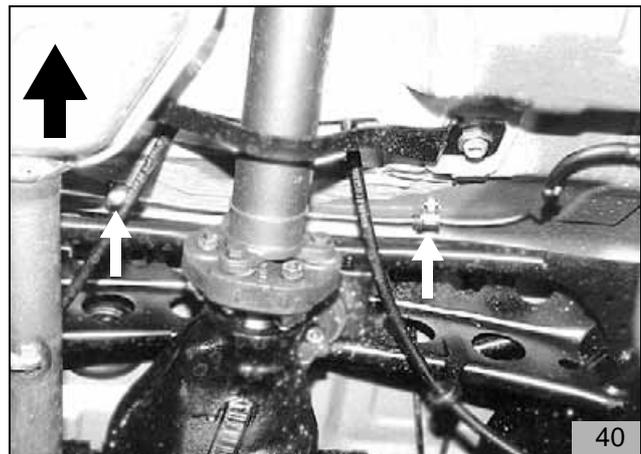

Bild 41: 4-Zyl.- und 6-Zyl.-Fahrzeuge
- Kabelbaum an der Dosierpumpe anstecken (Bild 41)